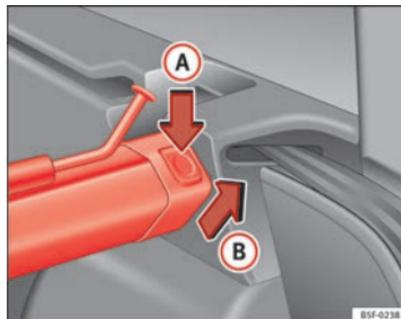

Abb. 99 Im Gepäckraum:
- Drücken Sie auf die linke oder rechte Entriegelungstaste → Abb. 99 in Pfeilrichtung **(A)**.
- Drücken Sie nun den Einsatz in der linken und rechten Aufnahme entgegen der Pfeilrichtung **(B)** nach unten, bis er einrastet → Abb. 99.